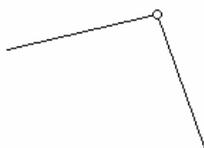

Рис.1
1. Если в незагруженном узле под углом соединяются два стержня, то оба стержня - нулевые (рис.1). В этом легко убедиться, составив уравнения проекций сил на оси, перпендикулярные направлению стержней.